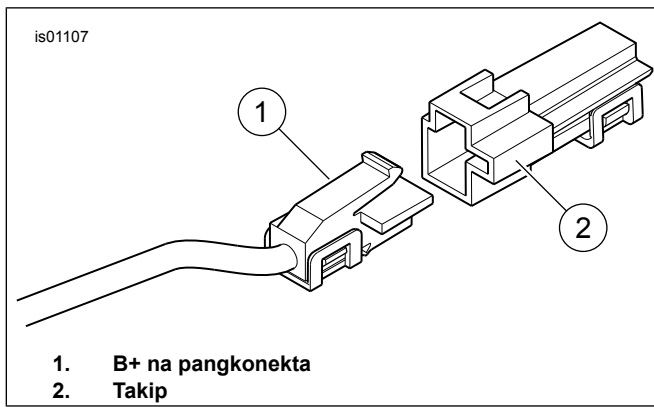

Figure 5. B+ na Pangkonekta
- Tingnan ang Figure 5 . Hanapin ang B+ (positibo ng baterya) na pangkonekta (1) sa pangunahing elektrikal na harness sa ilalim ng upuan (isang pulang wire na may hindi pa nagagamit na kulay gray na pangkonekta). Alisin ang takip (2) sa pangkonekta.